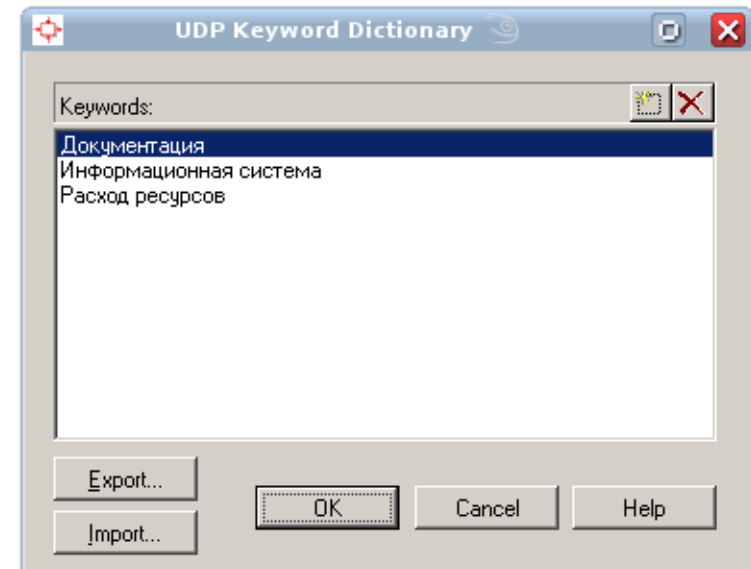

Рисунок 1.21 – Ключевые слова UDP
- Информационная система (рис. 1.21).